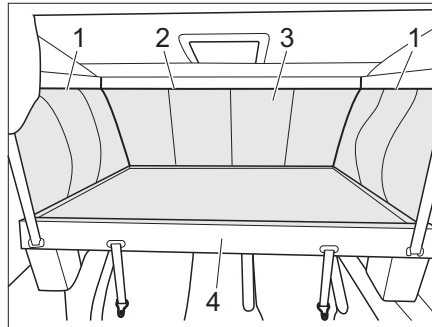

Fig. 83 Accès au caisson
- Abaisser le lit escamotable (Fig. 83,4) (voir chapitre 7.16.3).
- Pour retirer la housse du lit escamotable (Fig. 83,3), ouvrir les fermetures à éclair (Fig. 83,1) situées dans la zone supérieure de l'avant vers l'arrière et dans la zone avant (Fig. 83,2).
- Retirer la housse du lit escamotable (Fig. 83,3) (fixation par velcro).